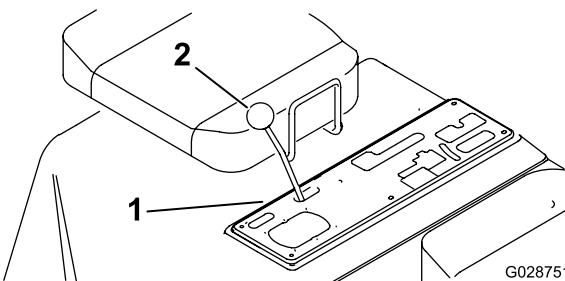

Figura 12
1. Togliete tutte le manopole dalle leve della consolle centrale (Figura 12).
2. Rimuovete le 6 viti che fissano il bordo esterno della piastra di copertura della consolle centrale al telaio ed estraete la piastra di copertura (Figura 12).